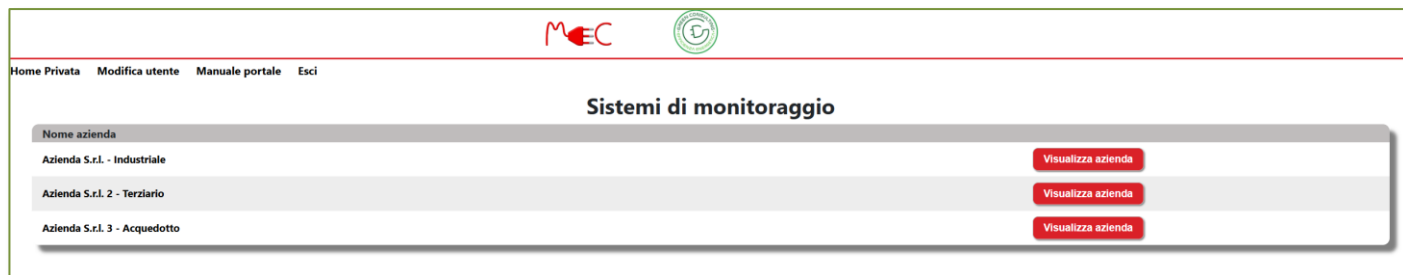

Figura 2 - Schermata iniziale portale
- **Home:** Permette di ritornare con un singolo clic alla schermata iniziale del portale mostrata in Figura 2.